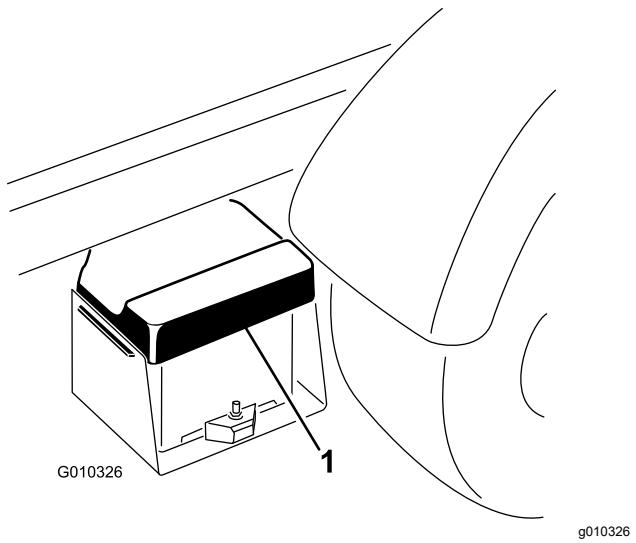

Figure 42
- Appuyez sur le couvercle de la batterie pour dégager les pattes de la base de la batterie et déposez le couvercle de la base (Figure 42).